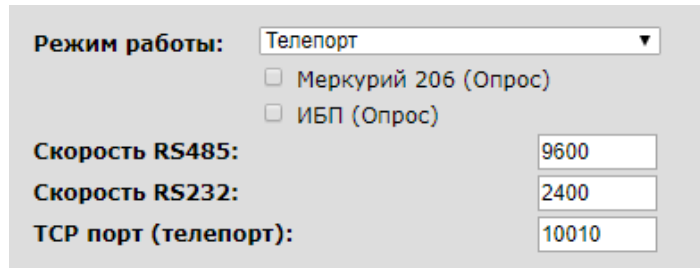

Рис.11.1. Настройка режима «Телепорт» в WEB-интерфейсе
11.1. Если в WEB-интерфейсе прибора выбран режим «Телепорт» (рис.11.1), то становится доступным использование интерфейса RS-485 для следующей функции: подключение к прибору внешнего устройства с интерфейсом RS-485 и обеспечение обмена данными между интерфейсом этого устройства и удаленным компьютером, используя канал связи прибора и TCP/IP соединение.